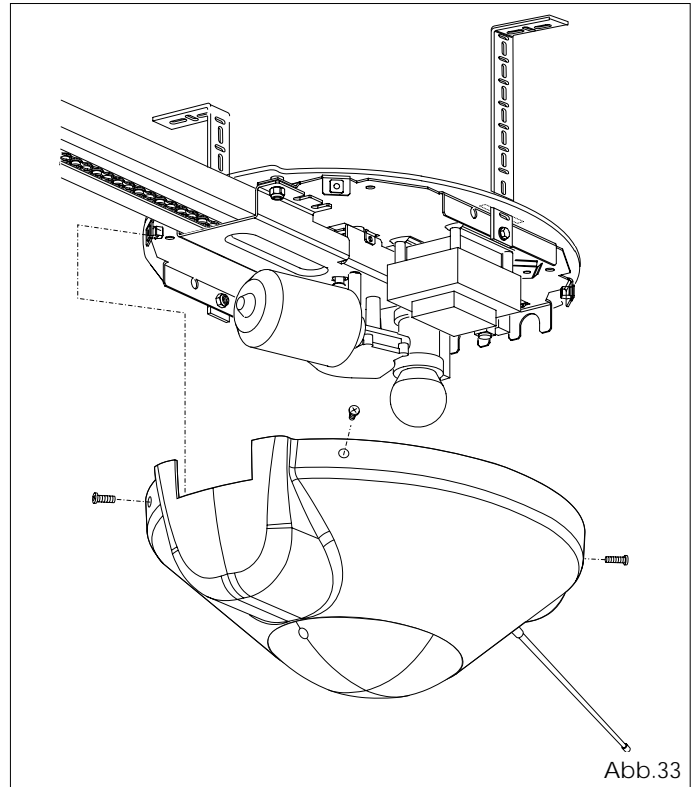

Abb.33
- 9.6 Das Gehäuse mit geeigneten Schrauben am Operator befestigen (Abb.33).